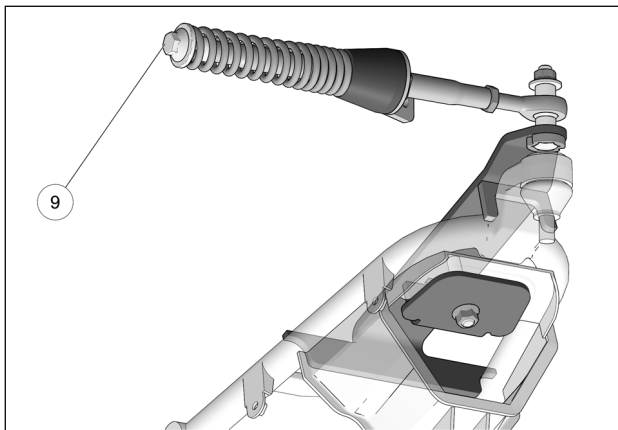

Fig. 18
9. Vérifier que le boulon du ressort (6) est serré au couple recommandé : 75 N•m [55 lb•pi]. Fig. 18